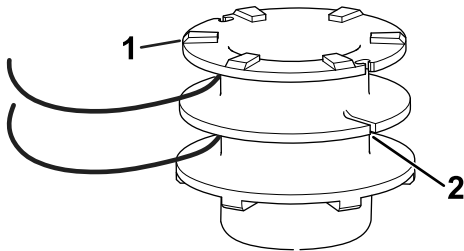

Figura 17
4. Inserte el hilo en la ranura de anclaje en la parte superior del carrete (Figura 17). Enrolle el hilo en el carrete en el sentido indicado por las flechas marcadas en el carrete.